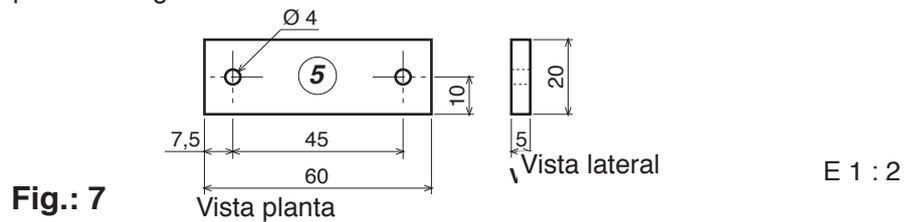

Fig.: 7
3.1.8 - Del listón (57) de 5 x 20 x 250 mm obtener una pieza de 60 mm y a continuación hacer dos perforaciones de \varnothing 4 mm. en dicha pieza. Ver fig. 7